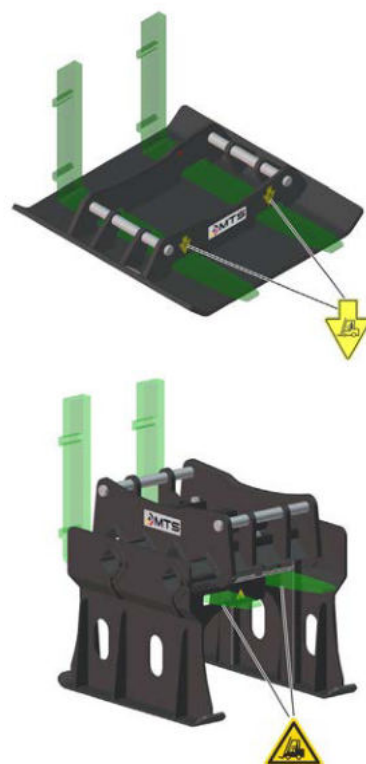

Abbildung 7: Hubgabelaufnahme MTS-Wechselplatte / MTS-Doppelfußplatte
- Bei Anbauwerkzeugen mit Hubgabelaufnahme muss die Aufnahme des Anbauwerkzeuges ausschließlich mit 2 am Hubgerät angebrachten Gabelzinken erfolgen. (siehe Abbildung 7, Seite 7). - Bei einer MTS-Doppelfußplatte müssen gegebenenfalls die Seitenfüße der MTS-Doppelfußplatte verstellt werden (siehe Kapitel 7.3, Seite 10)